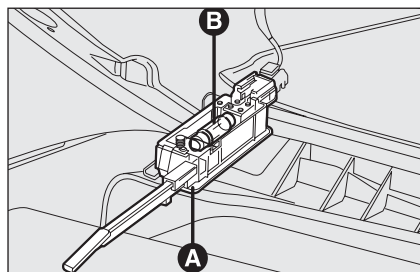

fig. 44
- ☐ aprire il cassetto portaoggetti, quindi estrarre la plafoniera **A-fig. 44**;